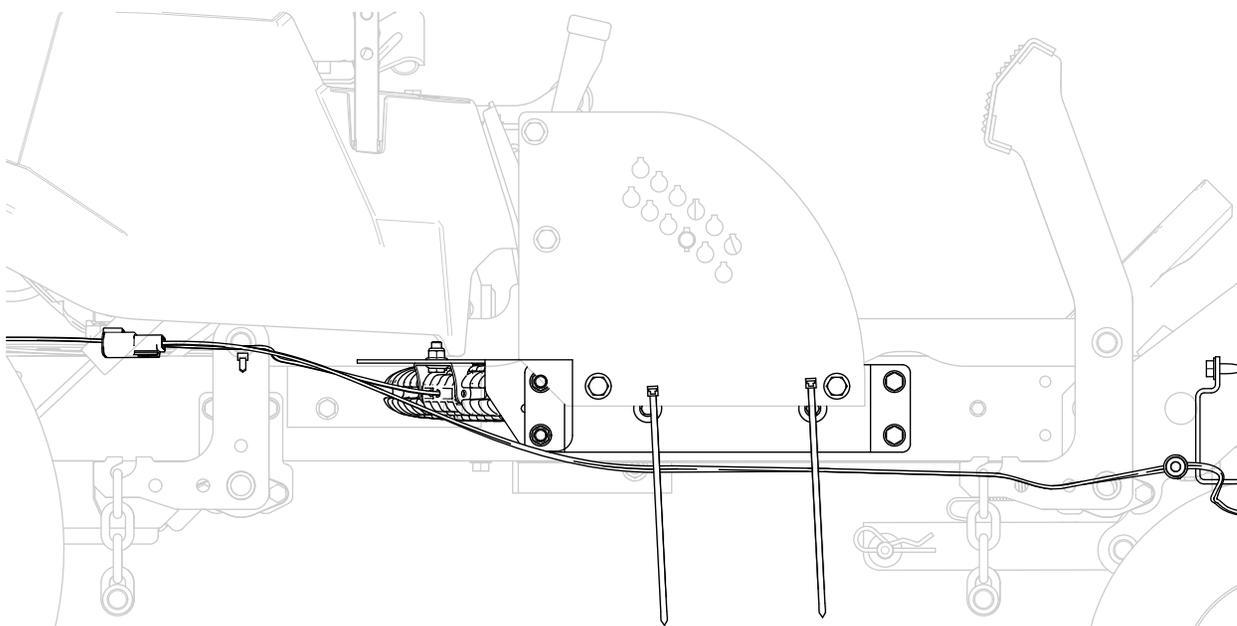

Figura 12
7. Continuate a disporre il cablaggio preassemblato lungo il lato destro della macchina e fissate il cablaggio preassemblato alla piastra di sollevamento con 2 fascette per cavi (Figura 12).